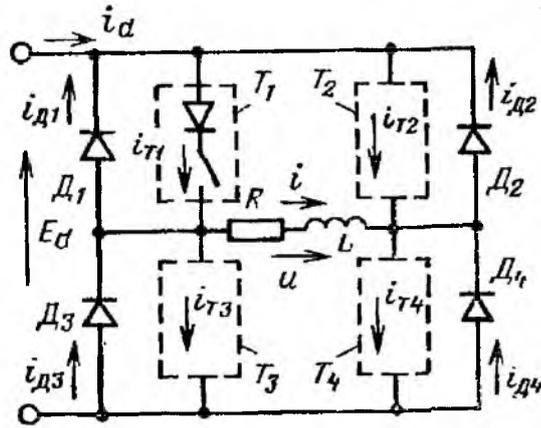

Рис. 10. Схема идеального однофазного мостового инвертора
14. На рис. 10 показана схема идеального однофазного инвертора, в которой тиристоры заменены диодами и ключами, соединенными последовательно. Нагрузка состоит из активного сопротивления  $R$  и индуктивности  $L$ , соединенных последовательно. Построить кривые токов  $i_d, i, i_{D1}, i_{D2}, i_{D3}, i_{D4}, i_{T1}, i_{T2}, i_{T3}, i_{T4}$  и напряжения  $u$  и вычислить средние значения токов тиристоров и диодов, если  $E_d = 10$  В,  $L = 1$  мГн,  $R = 0,4$  Ом, и  $f = 100$  Гц.